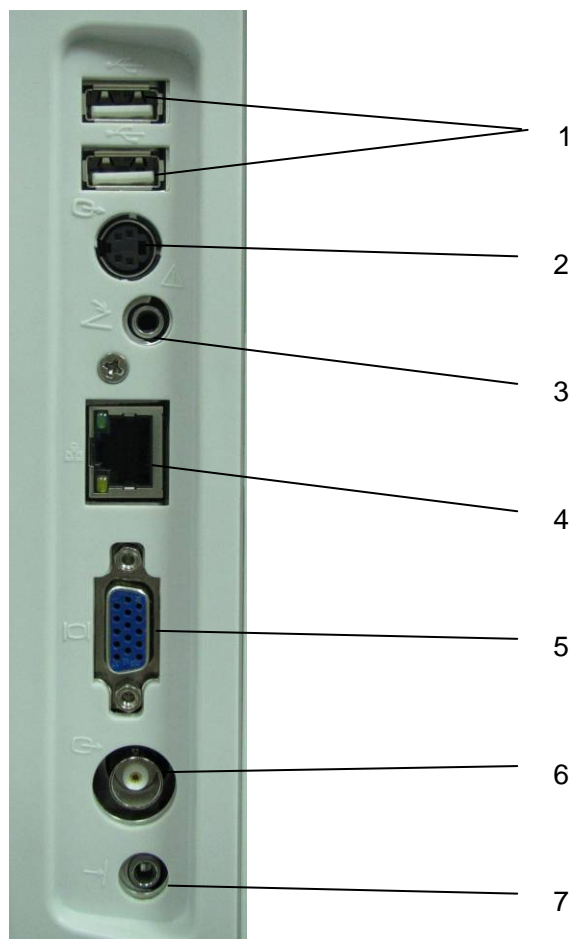

Figure 4-7 Ports I/O sur le Panneau Gauche
4. Les pièces et les accessoires doivent être connectés aux ports d'entrée/sortie indiqués sur la Figure 4-7. Par exemple, seul le dispositif USB fourni ou recommandé peut être connecté aux ports USB; NE connectez PAS de ligne téléphonique au port réseau; NE connectez PAS d'écouteur au port de connexion de la pédale ou au port distant.
Référence *Figure 4-7 Ports I/O sur le Panneau Gauche*